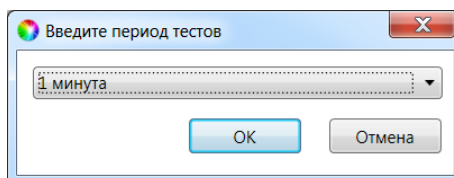

Рис. 6.20. Выбор периода опроса радиоизвещателя
3. В следующем окне укажите период опроса радиоизвещателя (рис. 6.20). Для охранных радиоизвещателей, устанавливаемых в проходной зоне (магнитоконтактный извещатель *Ладога-МК-РК* на входной двери, извещатель *Фотон-12-РК* в прихожей и т. д.) рекомендуется задавать небольшой период опроса (например, **15 секунд**) для оптимизации использования алгоритмов задержки на постановку и снятие. Для остальных радиоизвещателей рекомендуется задавать больший период опроса (например, **1 минуту**) во избежание быстрой разрядки их источников питания и перегрузки радиоканала.